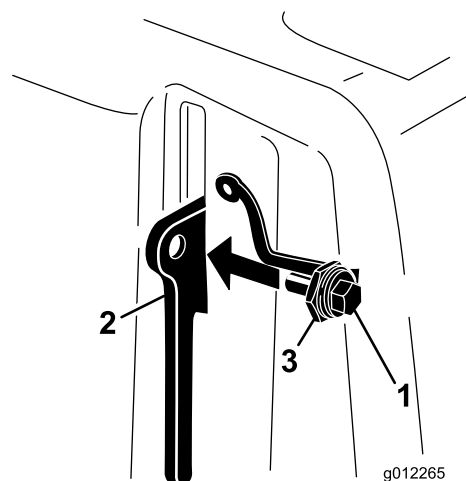

Figura 18
3. Introduci urubul în maneta de blocare (Figura 18).